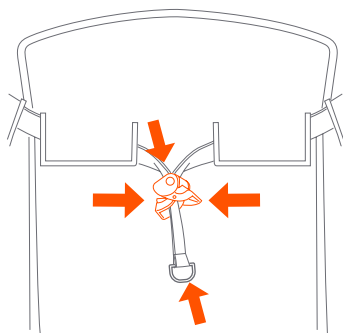

Fig. 6
6) • Per reclinare il sedile, premere insieme le estremità della clip e tirare verso il basso. Per mettere il sedile in posizione verticale, premere insieme le estremità della clip, tenere l'anello e spingere verso l'alto (Fig 6).